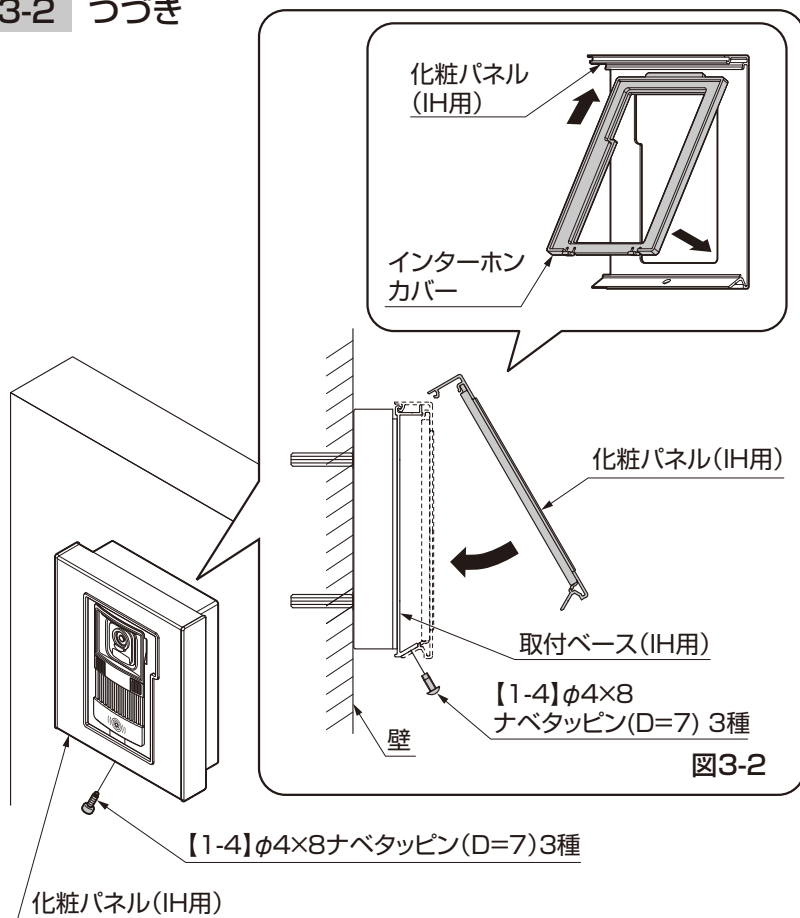

図3-2
③取付ベース (IH用) に化粧パネル (IH用) または有田焼パネル (IH用) を【1-4】で固定してください。(図3-2参照)